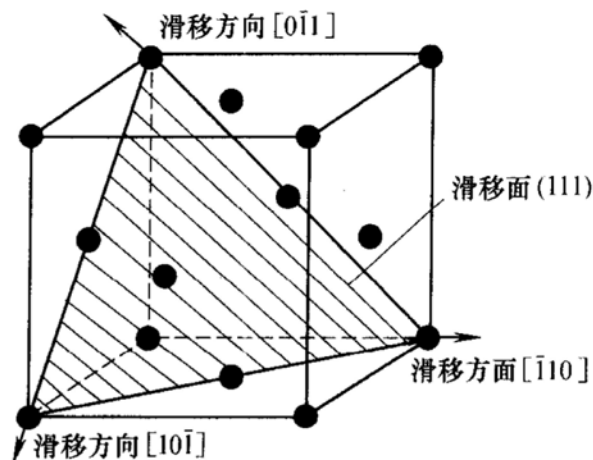

图 34-1 第三题第 1 小题解答图
1. 纯铜晶体具有面心立方结构, 铜晶体的一个晶胞如图 34-1 所示, 其原子半径为  $\frac{\sqrt{2}}{4}a$ 。
(3) 见图 34-1。